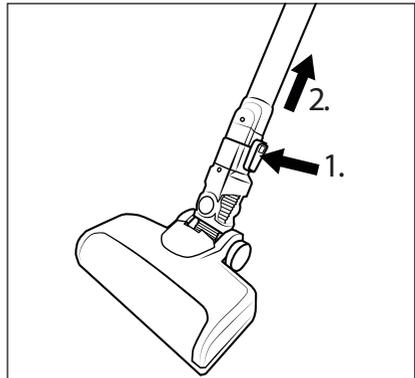

Abb. 12
- ◆ Um die Bodenbürste **21** vom Saugrohr **23** zu entfernen, halten Sie die Bodenbürsten-Entriegelungstaste **22** gedrückt und ziehen Sie das Saugrohr **23** von der Bodenbürste **21** ab (siehe Abb. 12).